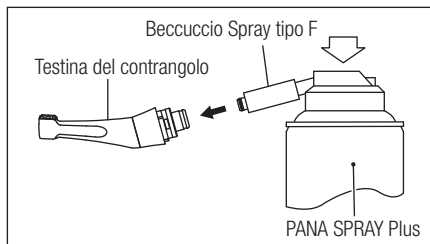

Fig. 7
- 3) Inserire il beccuccio spray nel lato posteriore della testina del contrangolo. Tenere la testina del contrangolo e lo spray per 2 o 3 secondi finché l'olio inizia a fuoriuscire dalla punta della testina del contrangolo. Ripetere la lubrificazione fino a quando l'olio che fuoriesce dalla punta risulta privo di residui, ecc. (Fig. 7)